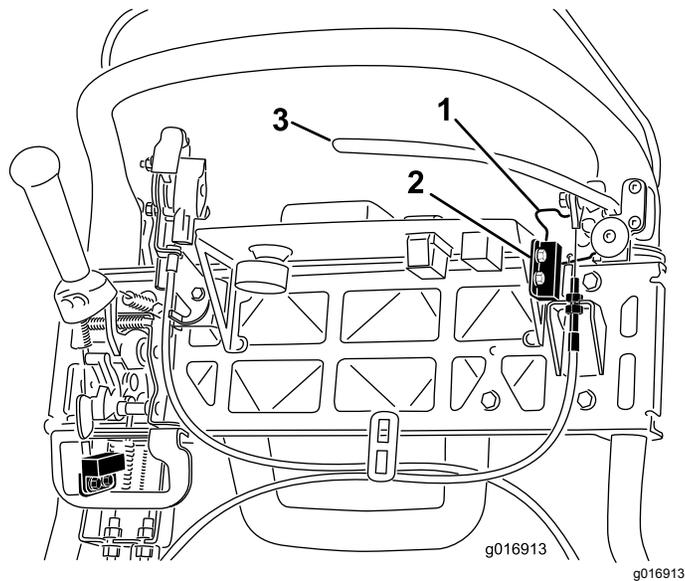

Bild 43
- Lösen Sie die Befestigungsschrauben des Sicherheitsschalters (**Bild 43**).
- Legen Sie eine 1,6 mm dicke Beilagscheibe zwischen den Feststellbremsriegel und den Sicherheitsschalter (**Bild 43**).
- Lösen Sie zum Erhöhen der Kabelspannung die obere Kabelklemmmutter und ziehen die untere an (**Bild 43**), bis eine Kraft von 156 N zum Lösen des Feststellbremsriegels auf den Bremshebel aufgebracht werden muss. Stellen Sie die Bremse nicht zu fest ein, da das Bremsband sonst schleifen könnte.